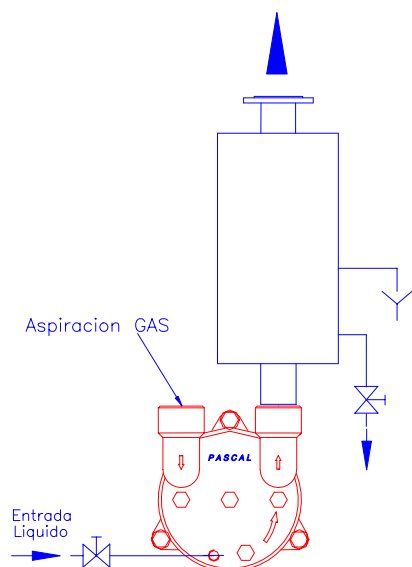

fig.4
4.3.1-Circuito con líquido salida libre (fig. 4)